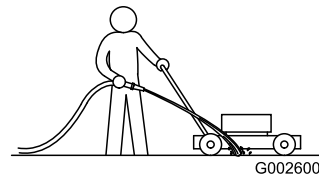

Рисунок 26
1. Установите газонокосилку на ровную поверхность с твердым покрытием, и при работающем двигателе направьте струю воды на пространство перед правым задним колесом (Рисунок 26).
1. Поверните рукоятку вперед (рис. 26).